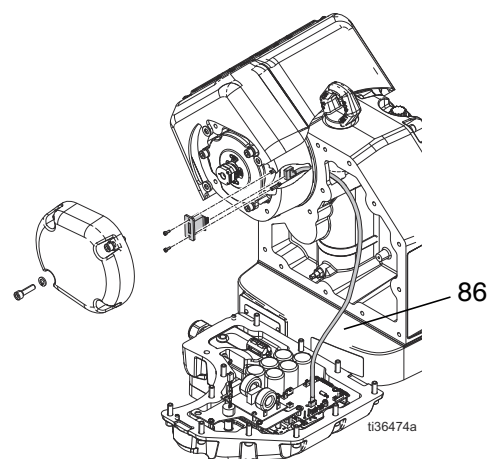

FIG. 22: Kodstickesladd
- Kodstickesladd (86). Se FIG. 22 på sidan 17.